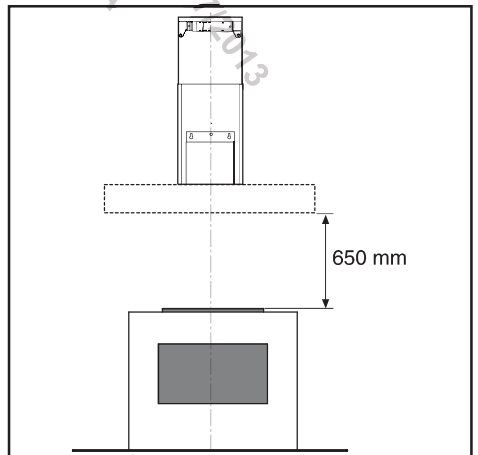

Fig.10
• La distance minimum entre la surface de support des récipients de cuisson sur le dispositif de cuisson et la partie la plus basse de la hotte pour cuisine doit être de 65 cm au moins (Fig.10). S'il doit être utilisé un tuyau de connection composé de deux ou plusieurs parties, la partie supérieure doit être à l'extérieur de celle inférieure. Ne pas relier le tuyau d'échappement de la hotte à un conduit dans lequel circule de l'air chaud ou employé pour évacuer les fumées des appareils alimentés par une énergie différente de celle électrique.